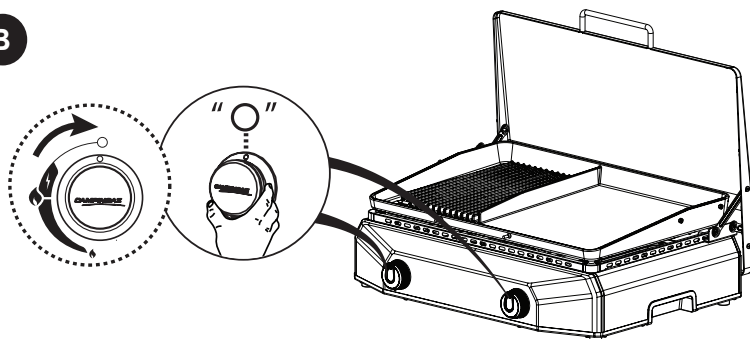

FIG. 9
- Le système d'allumage automatique des brûleurs à gaz est alimenté par 1 pile de type AA (LR06). Le boîtier porte-piles se trouve sous la console (Fig. 9).